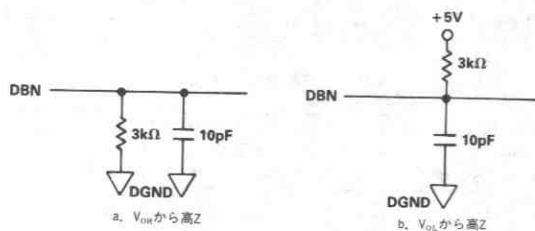

図2. 出力フロート・ディレイ用負荷回路
4. t_7 は図2の回路で負荷が与えられた時データ・ラインが0.5V変化するのに要する時間を表わします。